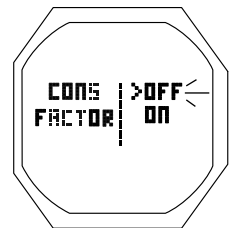

Fig. 48 - RÉGLAGE DU FACTEUR DE PRUDENCE
**RÉGLAGE DU FACTEUR DE PRUDENCE (CONS FACTOR),** paramètres affichés (Fig. 48) :